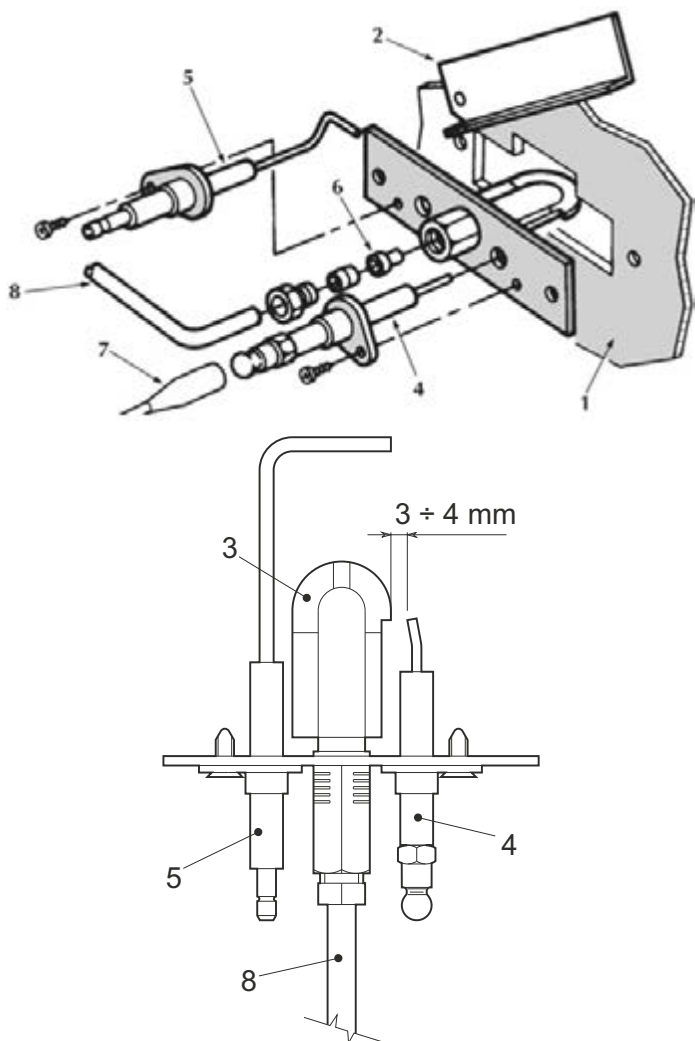

fig. 21 - Brûleur pilote
- Les électrodes doivent être libres de toute incrustation et positionnées correctement (voir fig. 21).